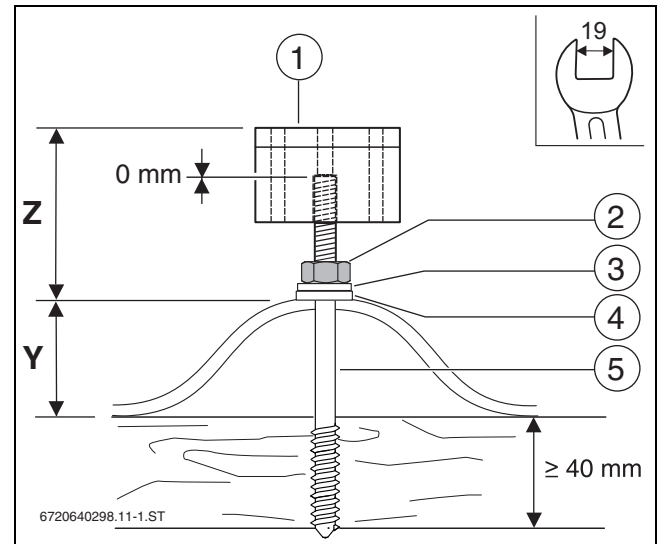

Bild 37 Montierte Stockschraube mit Haltebock
- ▶ Vormontierte Stockschraube mit Gabelschlüssel 19 mm so weit eindrehen, bis Maß Z ( $\rightarrow$  Tab. 12) erreicht ist ( $\rightarrow$  Bild 37).